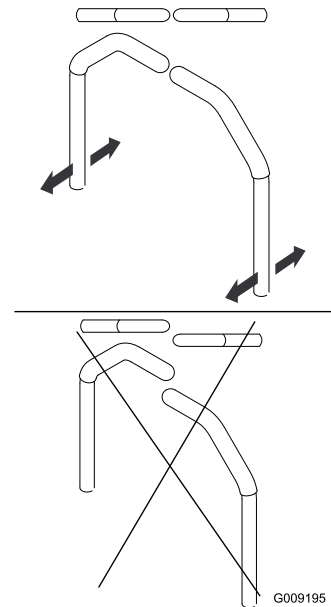

Figura 81
4. Alinee las palancas en el sentido adelante/atrás acercándolas a la posición de PUNTO MUERTO, y moviéndolas hasta que estén alineadas; luego apriete los pernos (Figura 81).